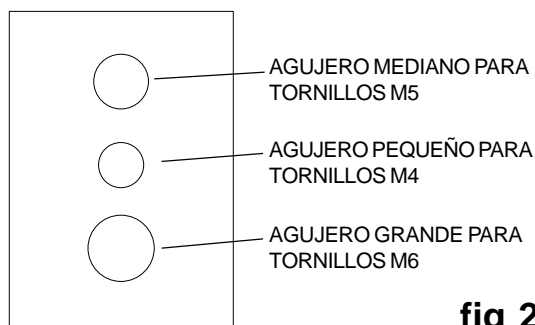

fig 2.2
- Utilice el agujero correspondiente de la arandela múltiple que sea del mismo tamaño del tornillo, como se muestra en la ilustración 2.2.